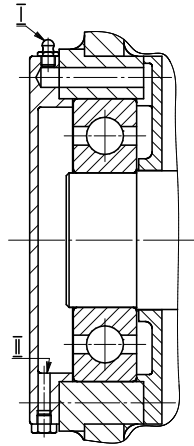

Рис. 1. Узел замены смазки.
11. Пополнять смазкой подшипники после 4000 ч. работы, но не реже одного раза в три года. Пополнение производить с помощью специального шприца через масленки, расположенные в верхней части подшипниковых камер, предварительно открыв пробки. Для выхода отработанной смазки в нижней части камер расположены резьбовые отверстия, плотно закрытые болтами-пробками (рис. 1). Нагрев подшипников не должен превышать  $120^\circ \text{ C}$ . Шум подшипников при нормальной работе машины должен быть мягким и равномерным. При обнаружении перегрева или повышенного и неравномерного шума, переходящего в свист, стук, скрежет, подшипники осмотреть. Если обнаружены трещины, неравномерный износ или другие повреждения на поверхности шариков или колец, подшипник заменить запасным.